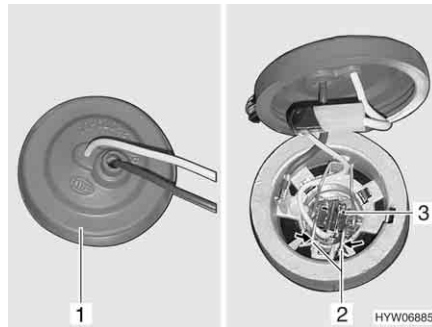

Bild 258 Dimljus
- Handen förs in bakom dimljuset och gummi hatten (Bild 258,1) tas av från lamphuset.
- Metallbygeln (Bild 258,2) trycks ihop och tas ur hållaren.
- Ta ut glödlampen (Bild 258,3) med kabel ur lamphuset.